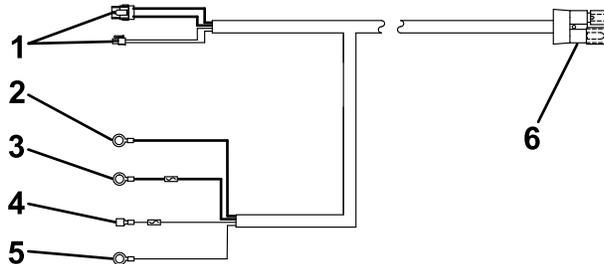

Bild 3
1. Befestigen Sie den streuerseitigen Anschluss des Kabelstrangs (Bild 3) mit einem Kabelbinder an der Mitte der hinteren Stoßstange des Fahrzeugs.
4. Verbinden Sie den schwarzen Ringanschluss im Motorraum mit dem Minuspol (-) der Batterie (Bild 3).
5. Verbinden Sie den roten Ringanschluss im Motorraum mit dem Pluspol (+) der Batterie (Bild 3).
6. Schließen Sie den roten Flachstecker an der Stromversorgung des Zündschalters des Fahrzeugs an (Bild 3).
7. Schließen Sie das Erdungskabel am Minuspol (-) der Batterie oder am Fahrzeugrahmen an (Bild 3).